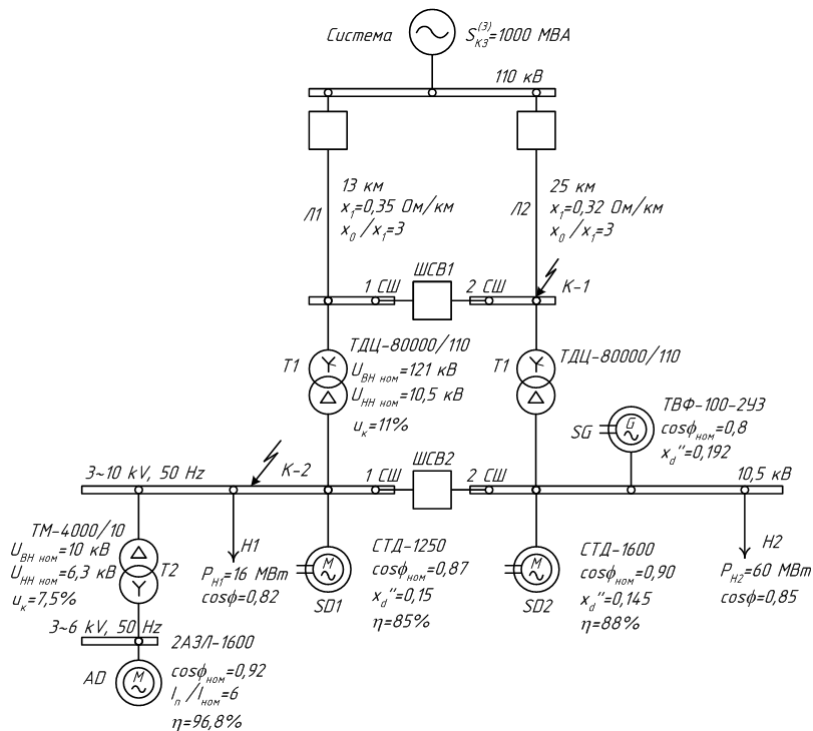

Рисунок 1 – Примеры схемы электрической сети.
1. Для заданной схемы (рисунок 1) рассчитать для трехфазного короткого замыкания (КЗ) в заданной точке:
2. Для заданной схемы (рисунок 1) для трех видов несимметричных КЗ в заданной точке КЗ (рисунок 1) рассчитать начальное значение периодической составляющей тока КЗ аварийных фаз в точке КЗ и на шинах источников (расчёт провести любым из методов, использовать приближенный учет коэффициентов трансформации).